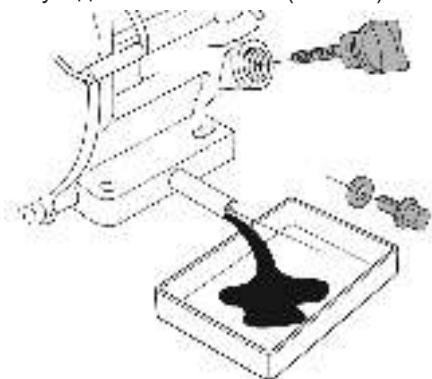

Рис. 43 Замена масла в двигателе
(1) Техническое обслуживание должно осуществляться более часто, при работе в пыльных условиях.
(2) Эти работы должны выполняться только в авторизованном сервисном центре.
7. Удерживая одним ключом трубку-удлинитель от проворачивания, откройте пробку для слива масла и слейте отработанное масло в подготовленную для этого емкость (Рис. 43).